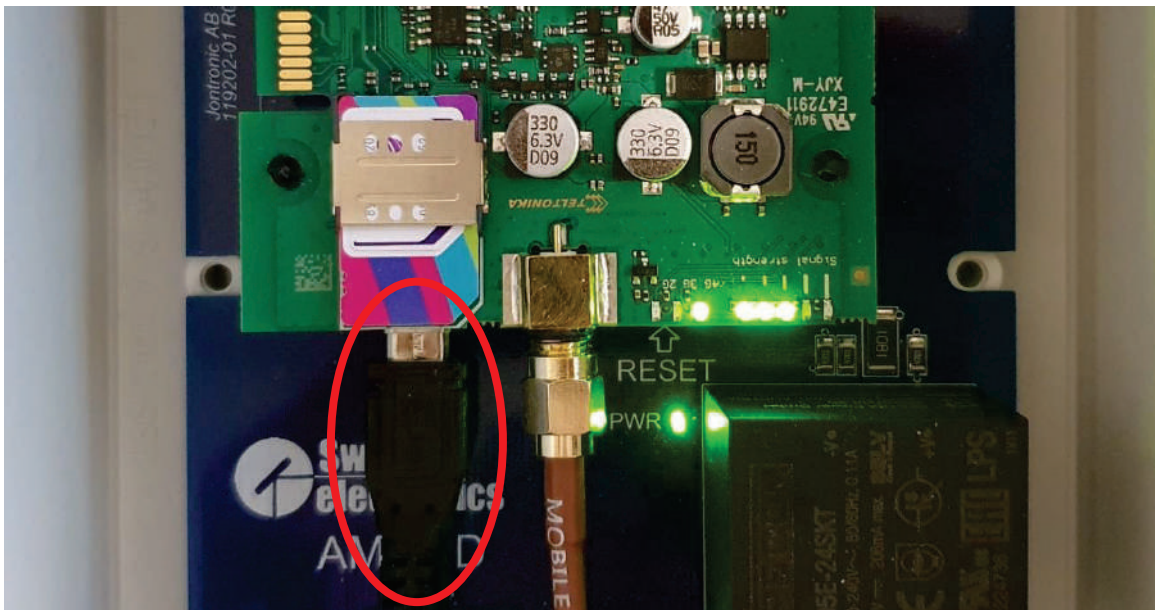

Bild 3 - Micro USB ansluten under SIM-kortplatsen
1. Anslut mikro-USB till mikro-USB-uttaget under SIM-kortplatsen som ses på bild 3.